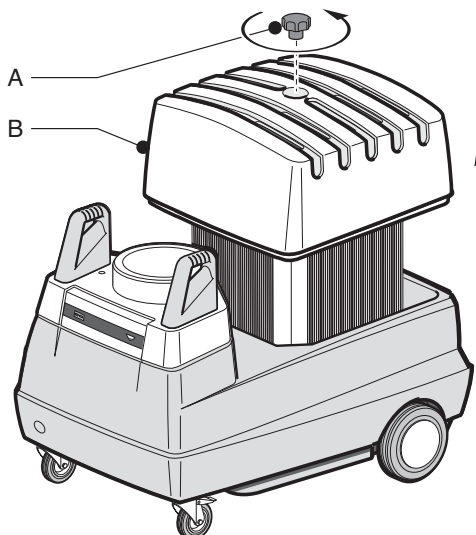

Fig. 16
2. Desatornille la tuerca mariposa (Fig. 16, Elemento A) y remueva la cubierta del filtro (Fig. 16, Elemento B).